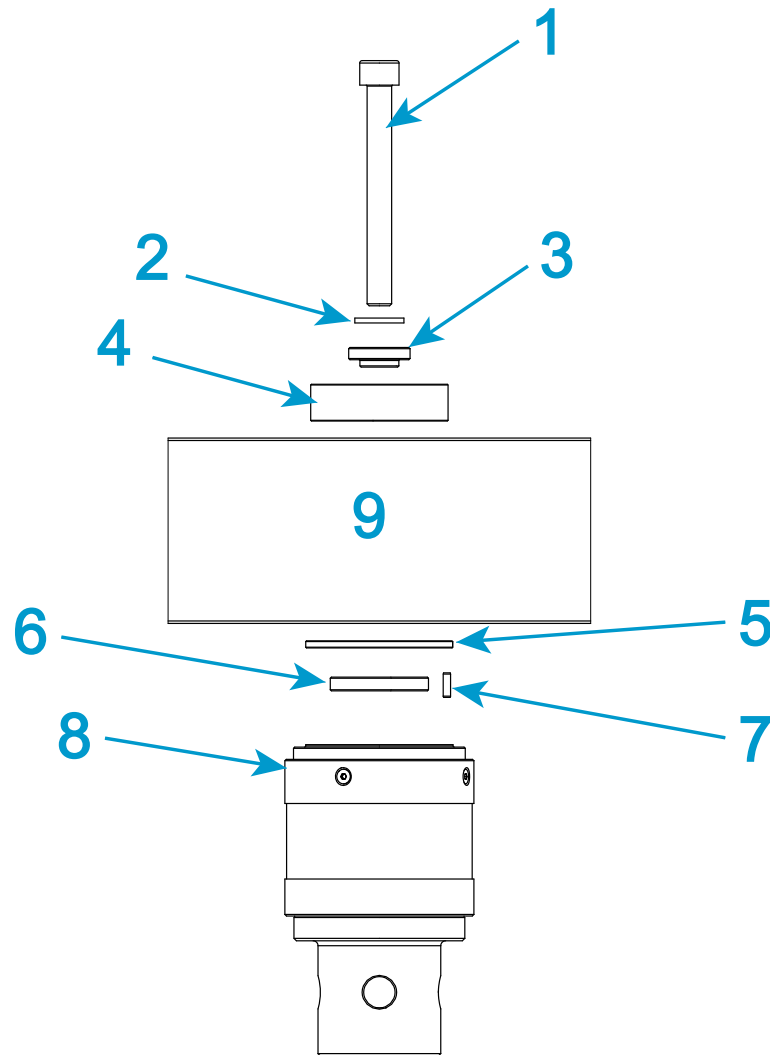

Abbildung 22. Einen Kraftaufnehmer der Serie 2530 installieren – Nennkräfte 500 N bis 5 kN
Legende für Abbildung 22
1. Weitere Informationen finden Sie unter Abbildung 22 und in der zugehörigen Tabelle. Stellen Sie außerdem die richtigen Montageteile zusammen.
2. Installieren Sie die Teile, die in Abbildung 22 dargestellt werden und setzen Sie diese in die obere zentrale Bohrung der Traverse ein.